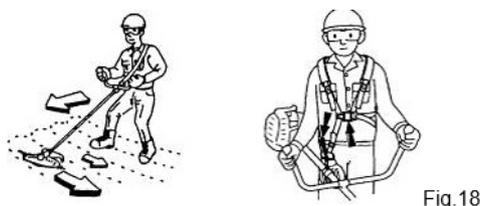

Fig.18
- Taglio da destra a sinistra (Fig. 18)